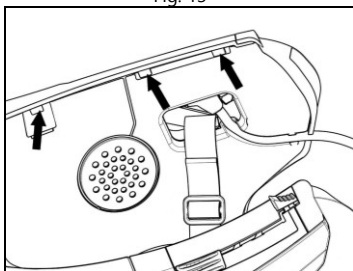

Fig. 15
- Repositionnez le revêtement en plastique de la joue, en le plaçant derrière les deux crochets de retenue (Fig. 15).